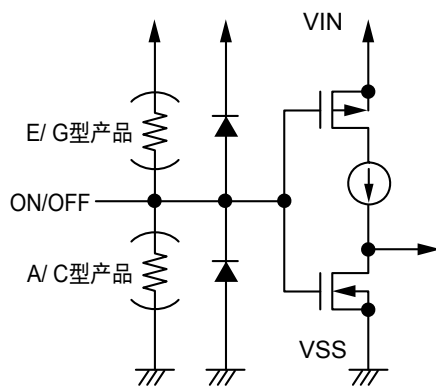
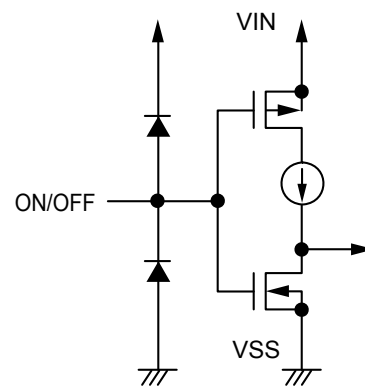

图24
图25
ON/OFF端子如图24、图25所示的构造。S-1711系列A/ C/ E/ G型产品的ON/OFF端子处于浮动状态时，在内部会被上拉至VIN端子，或者下拉至VSS端子，因此VOUT端子变为V_{SS}电位。另外，S-1711系列B/ D/ F/ H型产品的ON/OFF端子，在内部即不被上拉也不被下拉，因此请不要在浮动状态下使用。在不使用ON/OFF端子时，如为B/ D型号产品请将其与VIN端子连接，如为F/ H型号产品请将其与VSS端子连接。
*1. 在S-1711系列A/ C型产品的ON/OFF端子连接到VIN端子的状态下，或在S-1711系列E/ G型产品的ON/OFF端子连接到VSS端子的状态下工作时，IC中会多流入上拉或下拉电阻的输入电流，务请注意（请参照图24）。